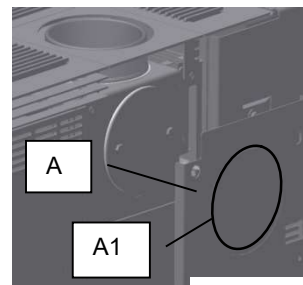

Abb. 1
Sollten Sie den Rauchrohranschluss von hinten wünschen, muss die Geräterückwand (A) durch Entfernen der 4 Innensechskantschrauben entnommen werden. Das perforierte Blechsegment (A1) mit Hilfe eines Schraubenziehers an der Geräterückwand durch mehrmaliges Biegen herausbrechen (Abb.1). Anschließend die beiden Schrauben (Schlüsselweite 13) der Abdeckrönde an der Geräterückseite lösen und Abdeckrönde mit Dichtung entfernen.